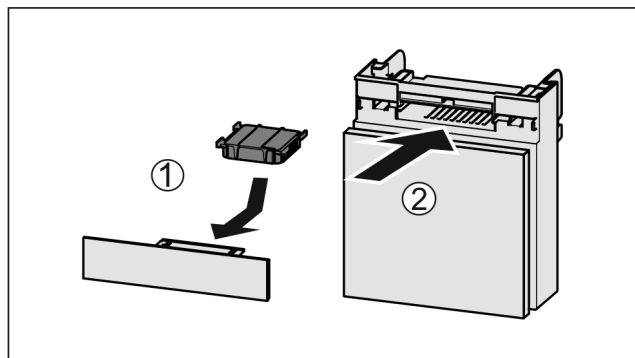

Fig. 201
- Вставити фільтр з активованого вугілля за малюнком Fig. 201 (1).
- Вставити відділення Fig. 201 (2).